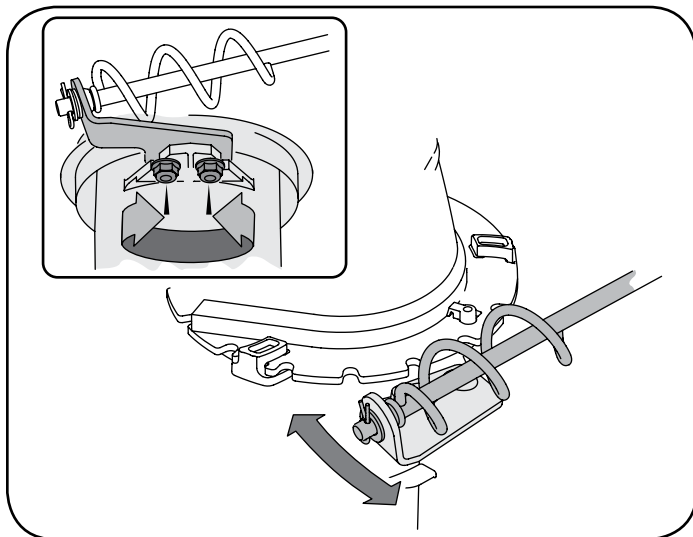

Figura 54
1. Afloje las dos tuercas (a) que sujetan el soporte del canal y cambie su posición ligeramente. Consulte la Figura 54.